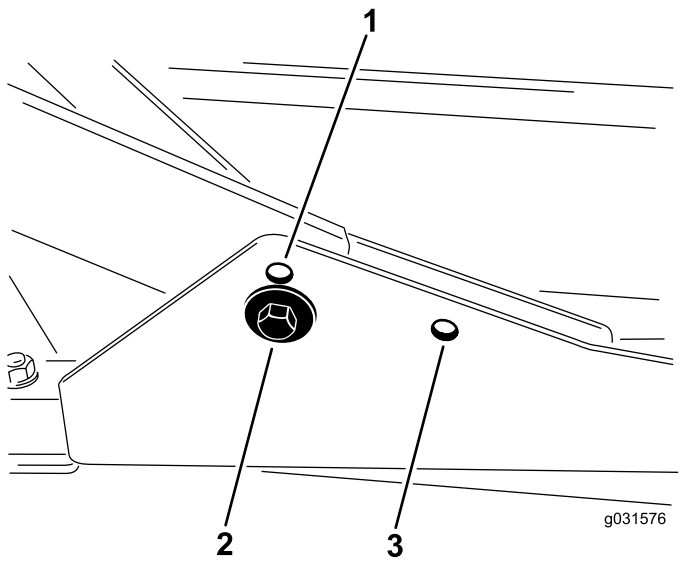

Figure 18
1. Pour les hauteurs de coupe entre 2 et 7,6 cm, montez les bâtis porteurs avant dans les trous inférieurs avant (Figure 18).
2. Pour les hauteurs de coupe entre 6,3 et 10 cm, montez les bâtis porteurs avant dans les trous supérieurs avant (Figure 18).
Quelle que soit la hauteur de coupe, l'unité de coupe arrière doit être montée dans les trous de montage arrière (Figure 18).